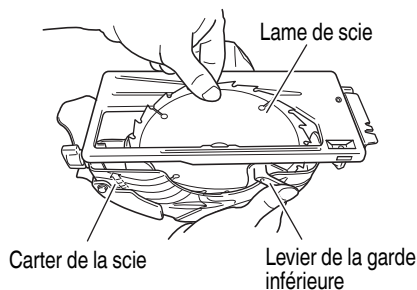

Fig. 16
- (2) Appuyer sur le levier de verrouillage, verrouiller l'arbre et retirer le boulon fileté à gauche et la rondelle (B2) à l'aide de la clé à douille.
- (3) Tout en tenant le levier de la garde inférieure pour maintenir la garde inférieure complètement rentrée dans le carter de la scie, retirer la lame de scie (Fig. 16).